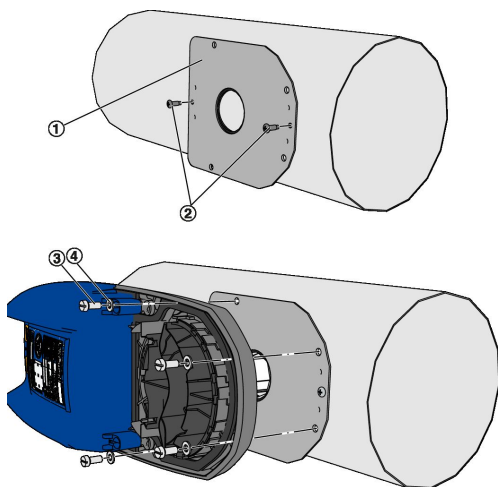

Abb. 14: RM-O-M Einbau in runder Luftleitung
3. ▶ Konsole (Abb. 14/1) mit 2 Schrauben oder Nieten (Abb. 14/2) an der Luftleitung befestigen.
5. ▶ Rauchauslöseeinrichtung mit Schrauben M5 x 12 (Abb. 14/3) und Unterlegscheiben (Abb. 14/4) an der Konsole (Abb. 14/1) befestigen.